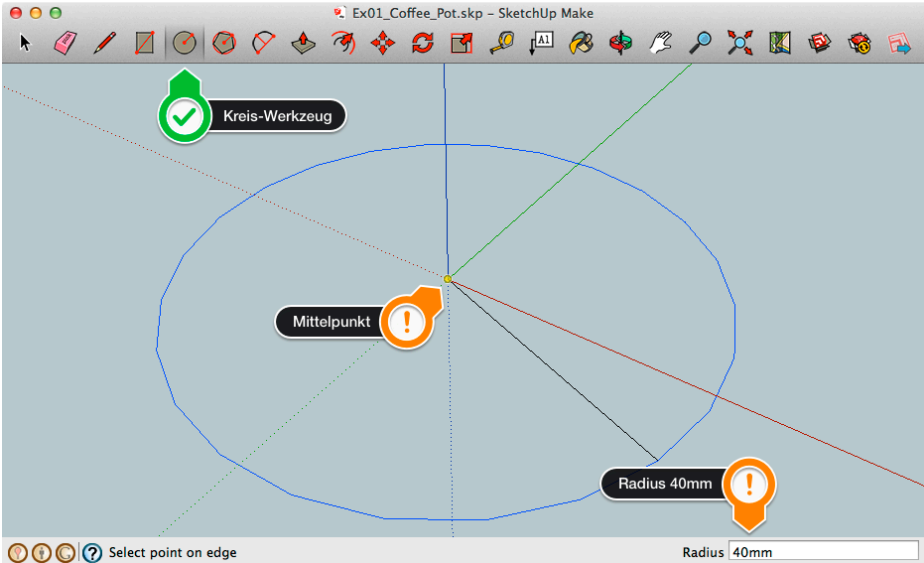

Bild 1.6 Das Erstellen eines Kreises
4. Drücken Sie **C**, um das *Kreis*-Werkzeug anzuwählen (Bild 1.6).